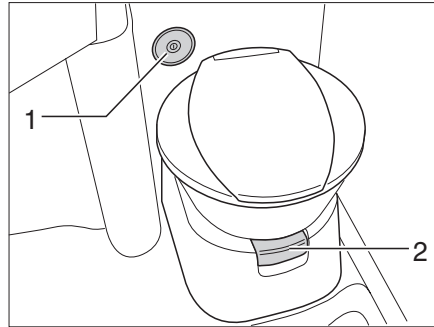
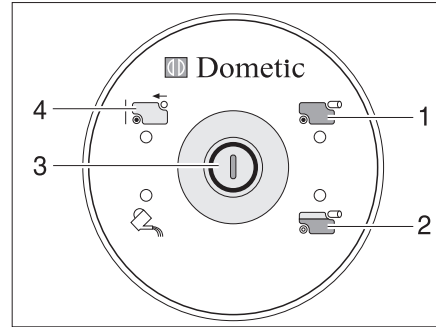

Fig. 234 Cuvette des toilettes avec unité de contrôle et de commande
Fig. 235 Unité de contrôle et de commande toilettes
Faire couler un peu d'eau dans la cuvette des toilettes avant de s'en servir. Appuyer pour ce faire sur le bouton de la chasse d'eau (Fig. 235,3) sur l'unité de contrôle et de commande (Fig. 234,2).
- Avant d'actionner la chasse d'eau, ouvrir le curseur des toilettes. Tirer pour cela sur le levier du curseur (Fig. 234,1).
- Pour actionner la chasse d'eau, appuyer sur le bouton (Fig. 235,3).
Le voyant de contrôle (Fig. 235,2) s'allume lorsque le réservoir pour matières fécales est au 3/4 plein.
Le voyant de contrôle (Fig. 235,1) s'allume lorsque le réservoir pour matières fécales doit être vidé.
- Ouvrir le curseur. Tirer pour cela sur le levier du curseur (Fig. 234,1).
- Enfoncer le levier du curseur (Fig. 234,1). Le curseur se ferme. Pour la vidange il **faut** que le curseur des toilettes soit fermé.
- Extraire et vidanger le réservoir pour matières fécales comme indiqué dans les paragraphes 11.8.5 et 11.8.6. Sur l'unité de contrôle et de commande est allumé l'indicateur "Réservoir pour matières fécales retiré" (Fig. 235,4).